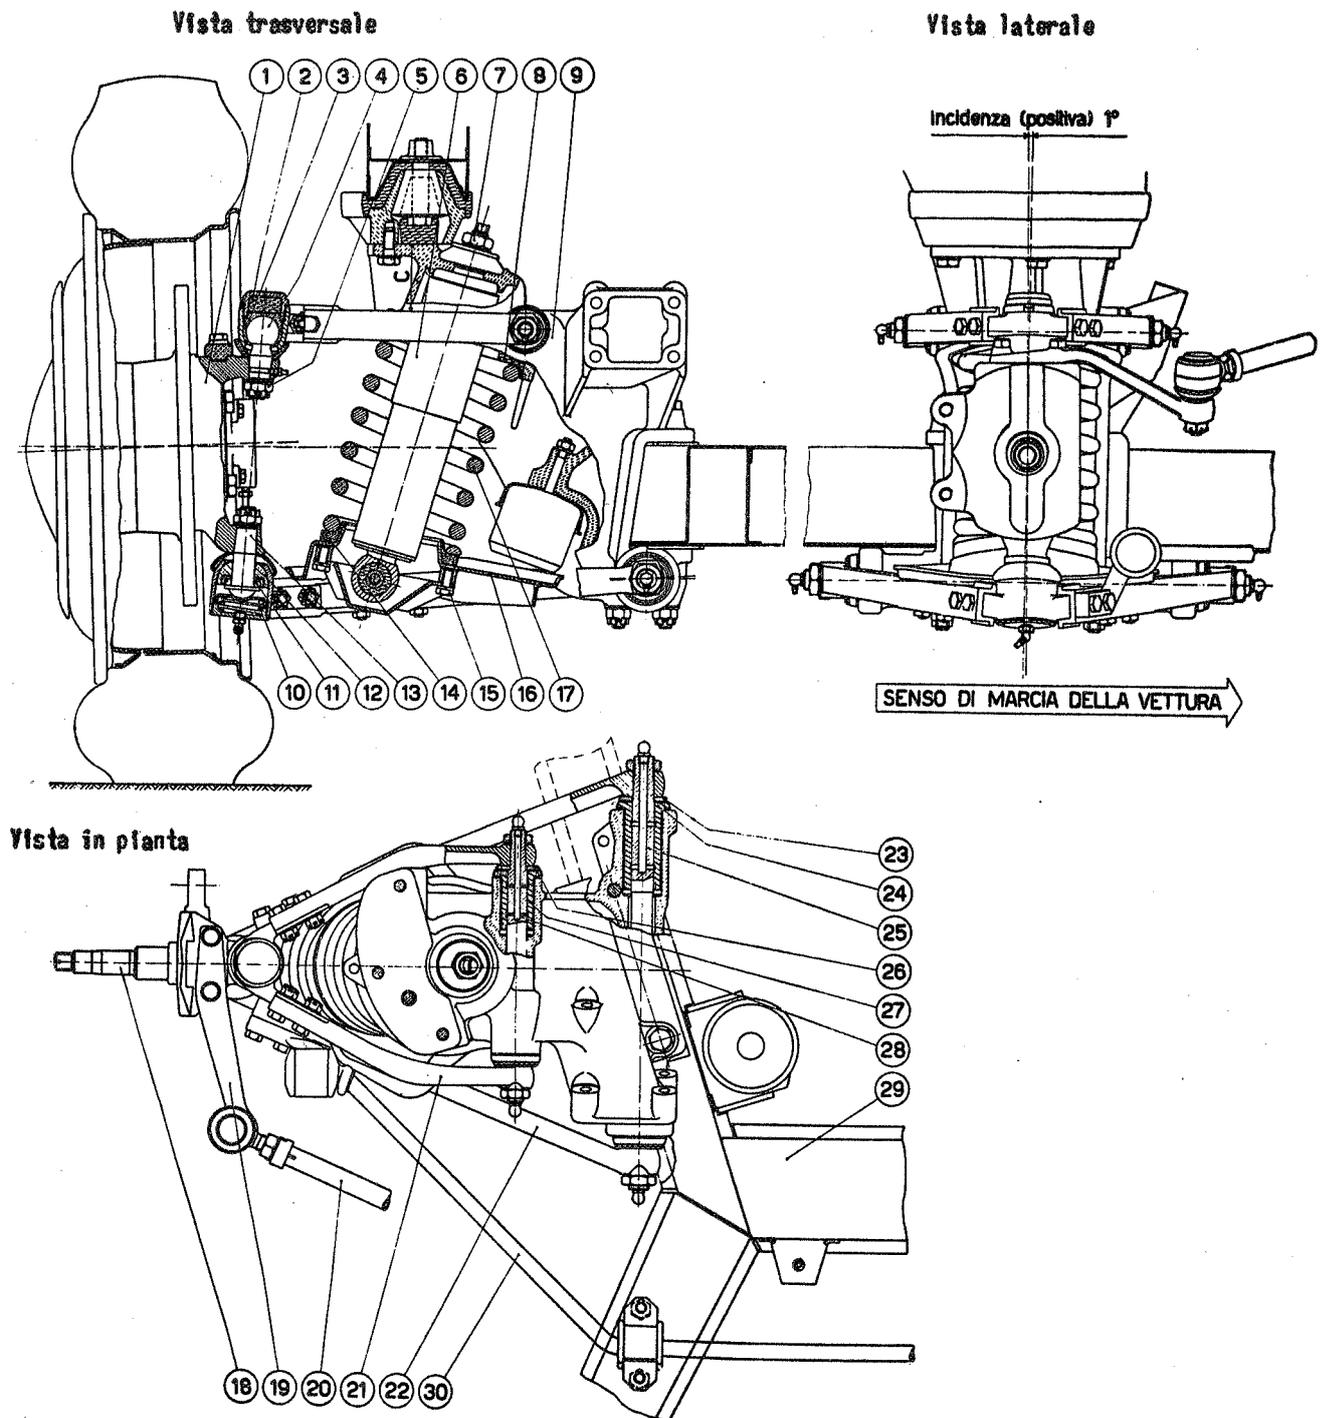

Fig. 5 - Sospensione anteriore
- Smontare gli ammortizzatori (svitare per primo il dado superiore) e, a mezzo dell'attrezzo 8043108, caricare la sospensione stessa fino ad ottenere che il braccio superiore sia orizzontale (distanza C, in fig. 5, vista trasversale, tra il braccio ed il piano superiore supporto sospensione 65 mm.).
La registrazione è quella prescritta quando, con ruote anteriori sollevate da terra, come per il controllo convergenza, e sterzando fino all'arresto, la distanza minima tra pneumatico e barra stabilizzatrice (30, in fig. 5) è di 20 mm. circa.
Smontaggio e revisione sospensione anteriore (fig. 5)
Le operazioni da eseguire per lo smontaggio della sospensione anteriore sono le seguenti (per i riferimenti vedere fig. 5):